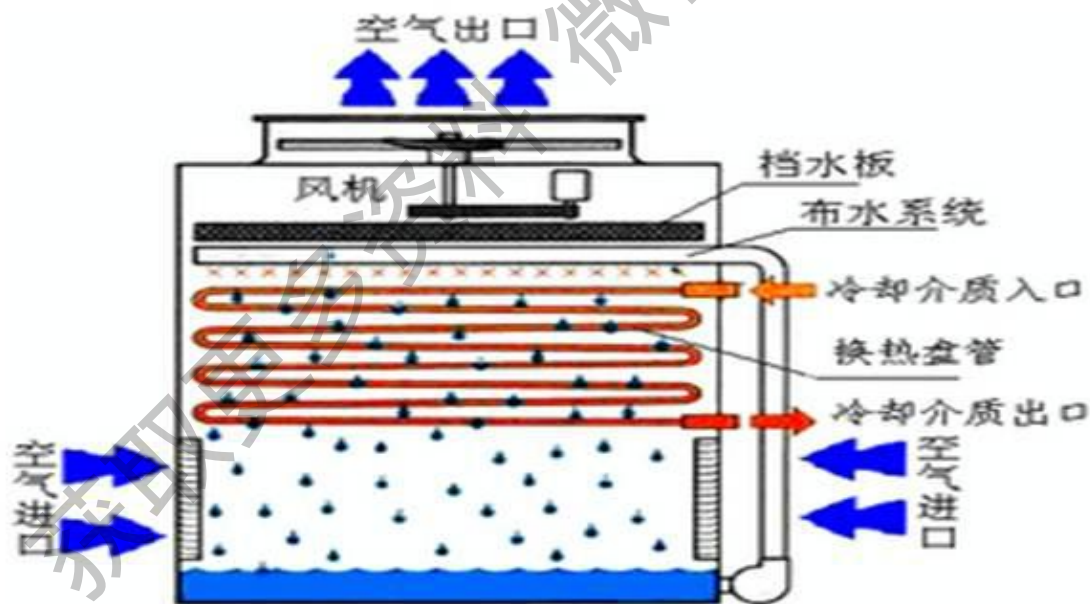

图1 盘管式蒸发式冷凝器示意图
- ⑧ 盘管式蒸发式冷凝器（见图1）是将冷却水喷淋于管子表面形成水膜，水膜与管内介质完成换热后，水直接与管外快速流动的空气接触并发生热质交换，完成换热过程，并由空气将热量及水蒸气带走，空气的流动不仅使换热过程变得更快，而且由于空气的快速流动，空气在整个过程都能保持非饱和状态，其传热传质推动力也更大。盘管式蒸发式冷凝器是目前被广泛应用最广、最多的一种蒸发式冷凝器。